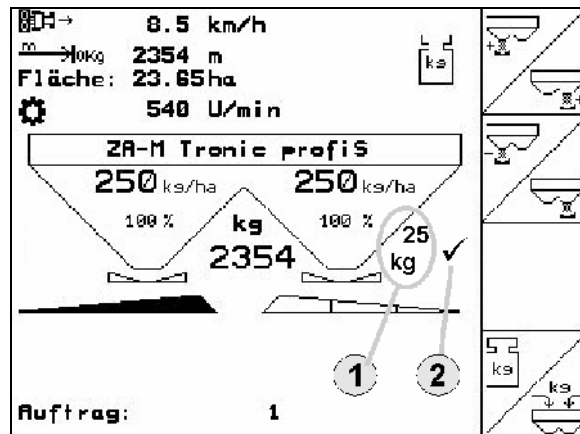

Fig. 21
- Im Arbeitsmenü wird die ausgebrachte Düngermenge angezeigt (Fig. 21/1).
- Im Arbeitsmenü wird angezeigt, wenn 200 kg Dünger ausgebracht wurde (Fig. 21/2).